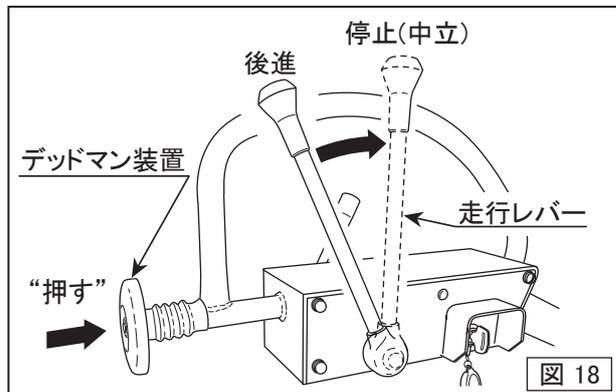

図 18
- 後進作業の時に運転者が本機と障害物に挟まれた場合の為に安全対策としてデッドマン装置が付いています。デッドマン装置が前に押されると走行レバーが中立に戻ります。(図18)